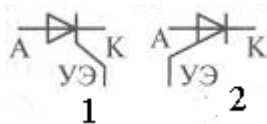

Рис. 5
*Ответ:* тринистор (рис. 5) – это *управляемый тиристор* с четырехслойной  $p-n-p-n$  структурой и тремя выводами (электродами): А, К и УЭ, в которой одна из базовых областей сделана управляющей (УЭ).